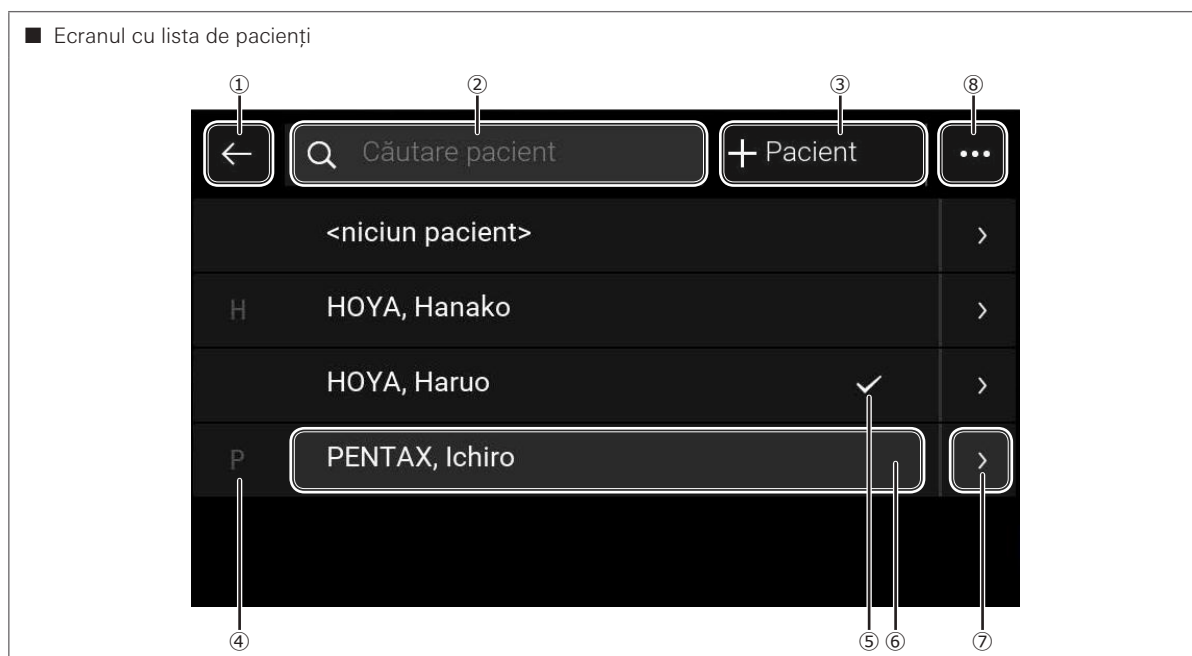

Figura 5.31
- Dacă în locul numelui pacientului apare „niciun pacient”, este afișată lista de pacienți. (Figura 5.31)